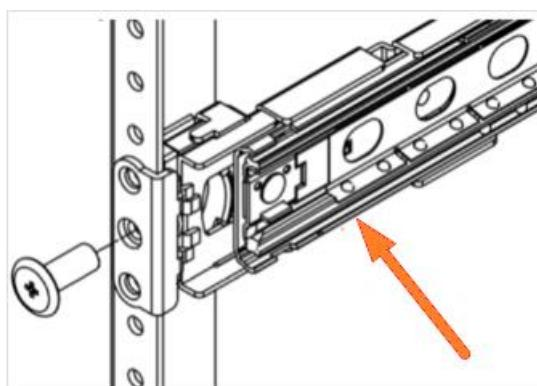

Рисунок 137 – Крепление на стойку
- 5) Далее кронштейн крепится на стойку (см. Рисунок 137) (если это необходимо для крепления направляющих должны быть винты M6x10L. Действие необязательно).